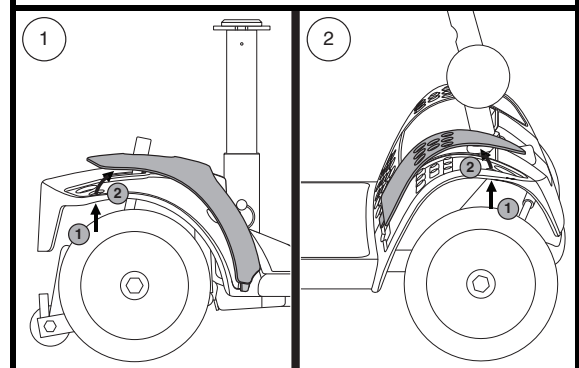

Abb. 11. Schutzblech
2. Drücken Sie durch diese Löcher, um das jeweilige Teil von dem Elektromobil zu lösen. **Siehe Abb. 11.**
**HINWEIS:** Überzeugen Sie sich beim Einbau des vorderen Schutzbleches davon, dass die Lasche am unteren Ende der Blende in die entsprechende Öffnung passt, bevor Sie die Blende eindrücken und sichern. **Siehe Abb. 11.**